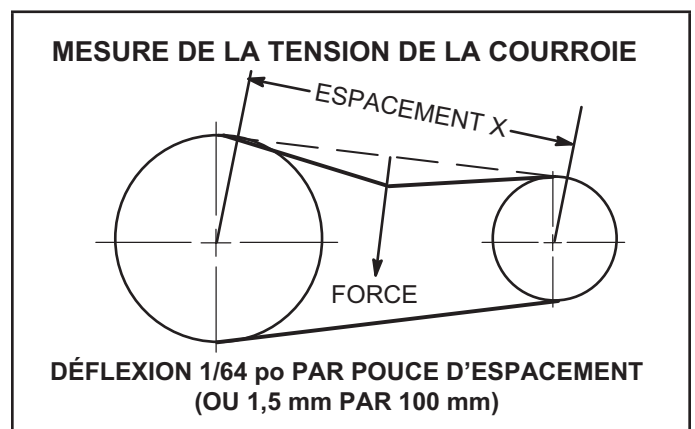

FIGURE 20
- 1 - Mesurer l'espacement X. Se reporter à la FIGURE 20.
- 2 - Appliquer une force perpendiculairement au centre de l'espacement (X) avec une pression suffisante pour faire fléchir la courroie de 1/64 po par pouce d'espacement (1,5 mm par 100 mm d'espacement).